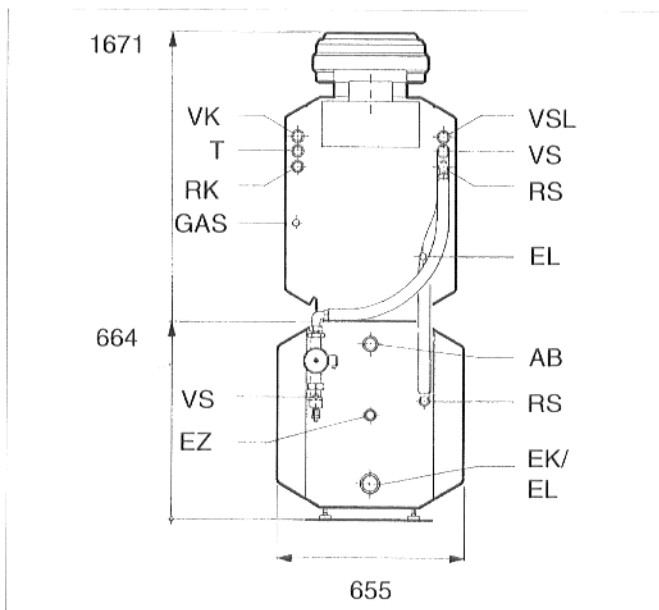

Fig. 2 Vista posteriore - modalità di collegamento 1 (originale)
1. Collegamenti come al momento della fornitura, Fig. 2.
Leggenda Fig. 2 e 3